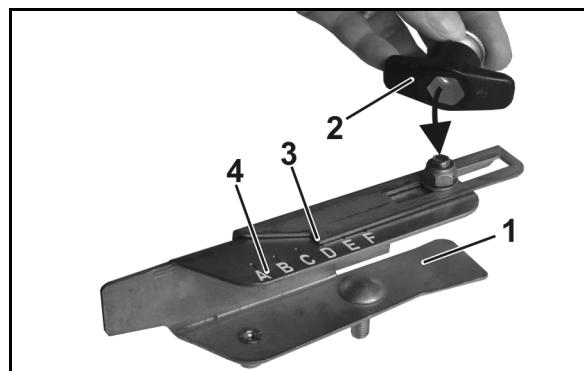

Рис. 79
3. Отверните резьбовое соединение наружной части лопасти (Рис. 79/1) с помощью внутреннего шестигранника барашковой гайки (Рис. 79/2).
4. Установите указатель (Рис. 79/3) на буквы шкалы (Рис. 79/4) согласно таблице норм внесения удобрений и снова затяните резьбовое соединение.